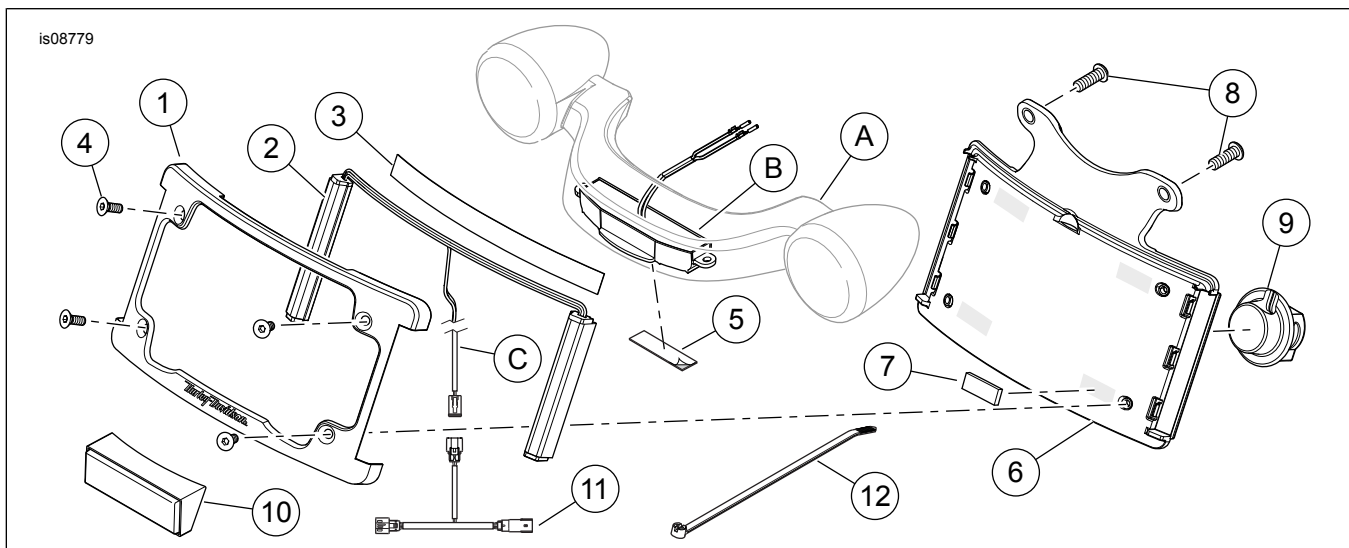

Abbildung 5. Ersatzteile, Geschwungener Kennzeichenrahmen mit LED und Einbausatz.
Siehe Abbildung 5 und Tabelle 1.
1. Siehe Abbildung 5. Den verchromten/schwarzen Rahmen (1) vom der Baugruppe des geschwungenen Kennzeichenrahmens entfernen. Die vier Senkkopfschrauben (4) entfernen und aufbewahren.
2. Die zwei Schrauben zur Sicherung der Leuchtleiste (A) am Schutzblech entfernen und aufbewahren.
9. Die Original-Schutzblechtülle entfernen und entsorgen. Die neue Tülle (9) aus dem Satz bereitlegen. Siehe Abbildung 5.
10. Den Kabelbaum (C) für die Leuchteleiste und den geschwungenen Kennzeichenrahmen durch die geteilte Tülle in der Unterseite des Schutzblechs verlegen.
11. **Modelle ab 2014:** Die Halterungsbaugruppe des geschwungenen Kennzeichenrahmens (1) und die originale (OA) Reflektorbaugruppe an der Leuchteleiste (A) anbauen.
- a. Zwei **neue** Schrauben (8) und die aufbewahrten Unterlegscheiben verwenden. Festziehen.